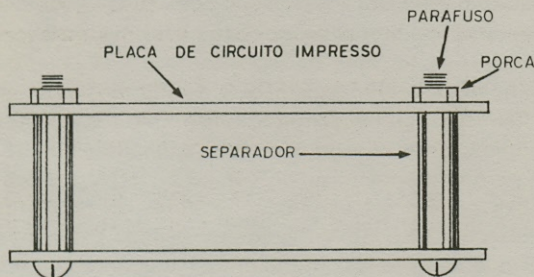

Figura 9
k) As placas de circuito impresso ou placa de circuito impresso é montada na caixa por meio de separadores que são tubos pequenos plásticos ou metálicos que a mantêm separada do fundo de uma distância de 1 ou 1,5 cm, conforme mostra a figura 9.